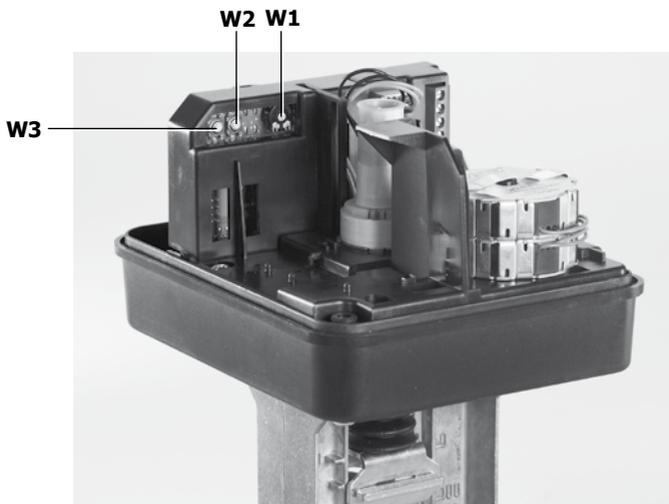

Рис. 30
4.3.1 Настройка потенциометра W1 (позиция при пропадании управляющего сигнала, рис. 30)
4.3.2 Настройка переключателя W2 (диапазон управляющего сигнала, рис. 30)
4.3.3 Настройка переключателя W3 (прямое или обратное действие, рис. 30)